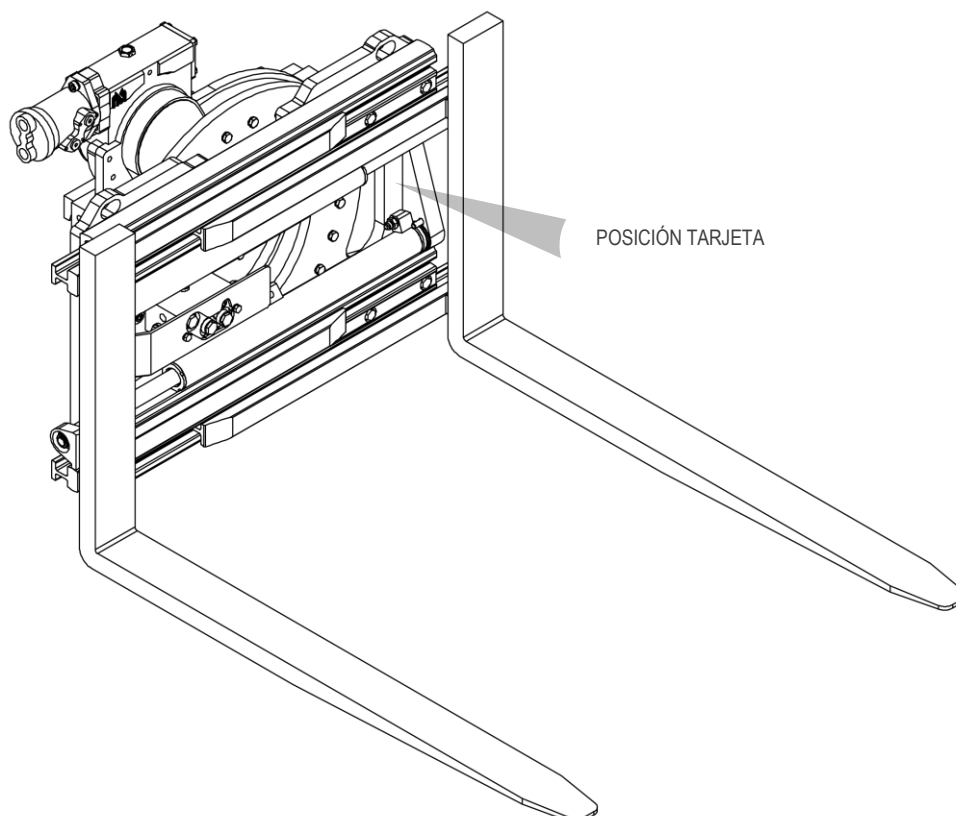

Figura 1
Tutte le attrezzature A.T.I.B. – “PINZA ROTATORIA A 360° CON HORQUILLAS SOLDADAS TIPO 301.474.170 | CON HORQUILLAS PIVOTANTES TIPO 301.474.150 | CON 4 HORQUILLAS TIPO 301.474.4” vengono identificate mediante targhetta adesiva (mira *TABLA 1*) posizionata sull’attrezzatura (la posizione della targhetta identificativa può variare in funzione dell’attrezzatura, mira *Figura 1*). Fare sempre riferimento al numero di matricola.
5. Para la manipulación, utilice correas o cadenas del tamaño adecuado para el peso del implemento indicado en la tarjeta (mira *Figura 1* y *TABLA 1* a pag.6).
11. Conecte el circuito hidráulico; asegurándose de que la presión de trabajo de las tuberías sea superior o igual a la indicada en la tarjeta identificadora (mira Figura 1 e TABLA 1 a pag.6).
6. Para la manipulación, utilice correas o cadenas del tamaño adecuado para el peso del implemento indicado en la tarjeta (mira *Figura 1* y *TABLA 1* a pag.6).